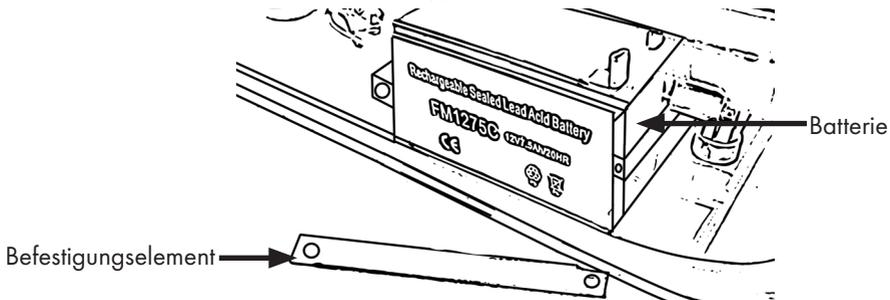

Abbildung 12
- Setzen Sie zuerst die Batterie wie in Abbildung 12 gezeigt ein und befestigen Sie diese mit den Schrauben an der Vorderseite.